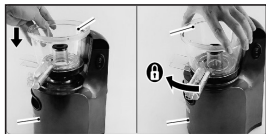

Рис. 2
- Установите рабочую чашу (7) на моторный блок (10) и поверните её по часовой стрелке до упора (рис. 2).